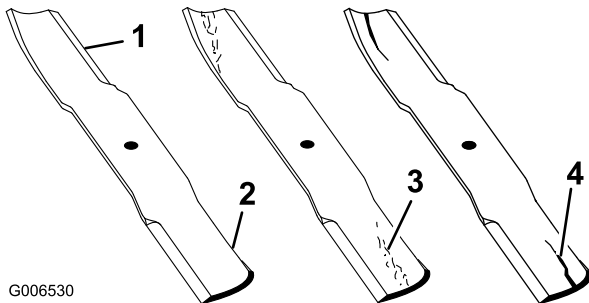

Figura 63
1. Inspeccione los filos de corte (Figura 63). Si los bordes no están afilados o tienen muescas, retire las cuchillas y afílelas. Consulte Afilado de las cuchillas.
2. Inspeccione las cuchillas, especialmente la parte curva (Figura 63). Si observa daños, desgaste o la
formación de una ranura en esta zona (elemento 3. en la Figura 63), instale de inmediato una cuchilla nueva.